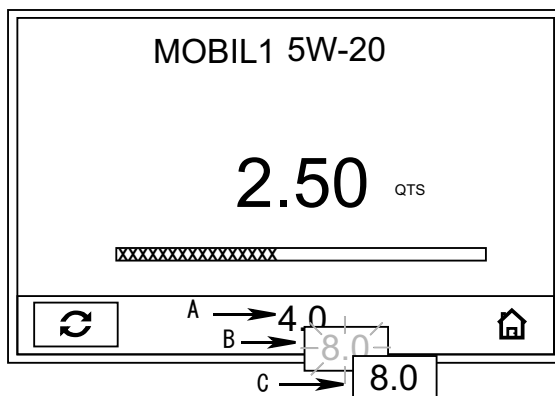

図 23
たとえば、図 23 (下図) では元の確認されたプリセットのディスペンス量 (A) は 4.0 クオートでした。量は 8.0 クオートに増やされましたが、確認されていないため、画面 (B) で点滅しています。ユーザーが中心の ENTER ボタンを押すことでこの変更を確認した後、新しいディスペンス量は点滅しなくなり、8.0 クオート (C) をディスペンスするように設定されました。